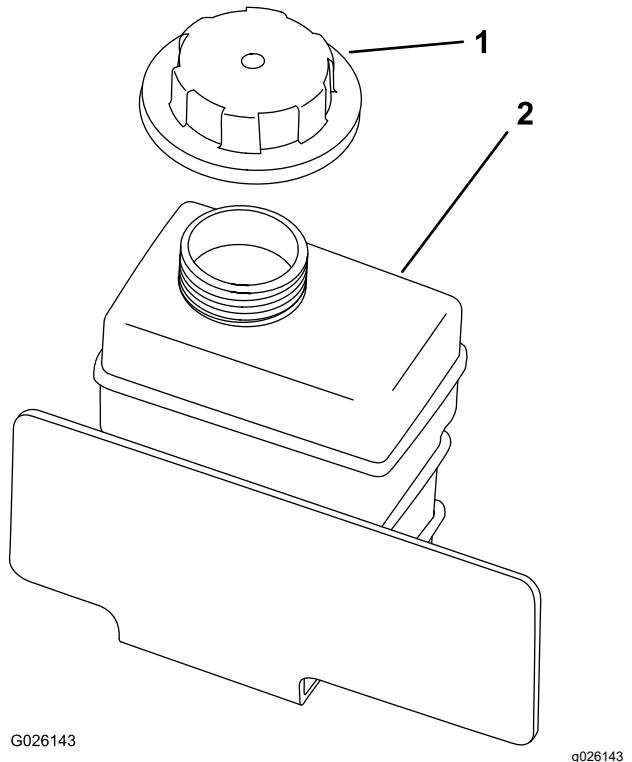

Figure 55
8. Remplissez lentement le vase d'expansion jusqu'à ce que le liquide atteigne la base du goulot de remplissage (Figure 55).
9. Remettez en place le bouchon du vase d'expansion (Figure 55).